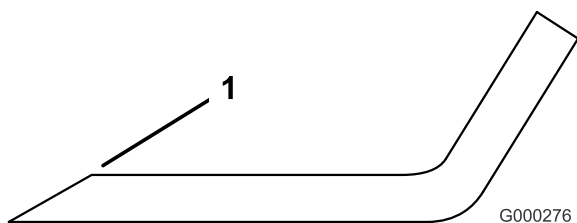

Figure 32
3. Examinez les tranchants de toutes les lames et affûtez-les s'ils sont émoussés ou ébréchés. N'aiguissez que le haut du tranchant et conservez l'angle de coupe d'origine pour obtenir une coupe nette (Figure 32). Limez la même quantité de métal sur chacun des deux tranchants pour ne pas déséquilibrer la lame.